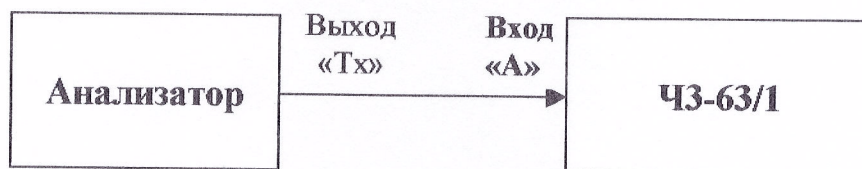

Рис.1.
8.3.1.3. Измерение тактовой частоты измерительного сигнала на выходе генератора импульсов на "Тх" выходе анализатора цифровых сетей SunLite E1 производится с помощью частотомера ЧЗ-63/1 (рис. 1).